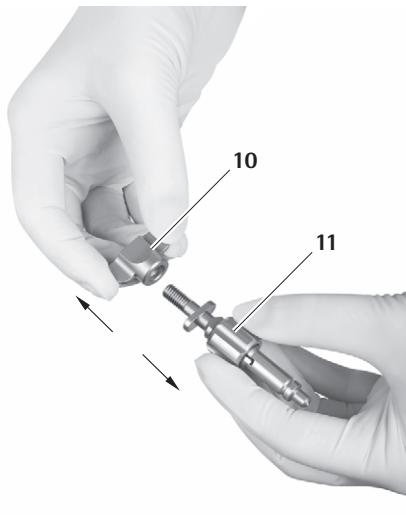

Fig. 17
► Lossa vingmuttern 10 på fästarmsadaptern 11, se Fig. 17.